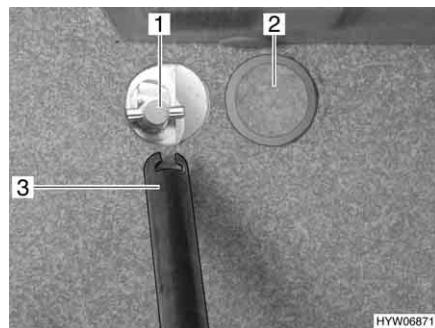

Fig. 222 Apertura del verricello
L'apertura per il pilotaggio del verricello è coperta da un coperchio di plastica (Fig. 222,2).
- Aprire delicatamente il coperchio di plastica (Fig. 222,2) con un attrezzo adatto (p. es. un cacciavite).
- Collegare la chiave (Fig. 222,3) sulla sede (Fig. 222,1) del supporto per la ruota di scorta.